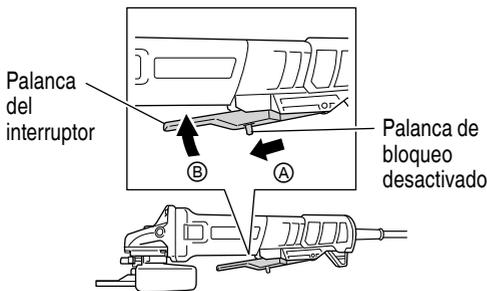

Fig. 3
2. Conecte la alimentación de la amoladora. (Fig. 3)
Para activar, deslice la palanca de desbloqueo en la dirección **A** y presione la palanca del interruptor (2 ubicaciones) en la dirección **B** como se muestra en la Fig. 3. Suelte la palanca del interruptor para apagar.